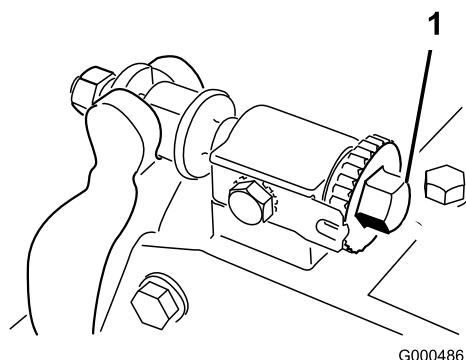
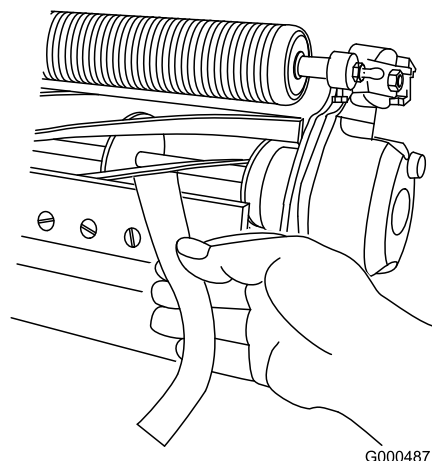

Figure 51
Figure 52
2. Supprimez le contact avec le cylindre en tournant les vis de réglage de la barre d'appui dans le sens anti-horaire (Figure 51).
4. À une extrémité du cylindre, insérez une longue bande de papier journal entre le cylindre et la contre-lame (Figure 52). Tout en tournant lentement le cylindre en avant, tournez la vis de réglage de la barre d'appui dans le sens horaire (du même côté du cylindre) (Figure 51), un cran à la fois, jusqu'à ce que le papier soit pincé légèrement lorsque vous l'introduisez par l'avant, parallèle à la contre-lame. Vous devriez sentir une légère résistance lorsque vous tirez sur le papier.
6. Vérifiez ensuite si le cylindre peut saisir le morceau de papier inséré par l'avant et le couper lorsqu'il est inséré perpendiculairement à la contre-lame (Figure 52). Normalement, le papier doit être coupé avec un minimum de contact entre la contre-lame et les lames du cylindre. Si le cylindre semble frotter de façon excessive il faudra peut-être roder ou affûter les lames pour obtenir les tranchants nécessaires à une tonte de précision (voir le manuel d'affûtage Toro).